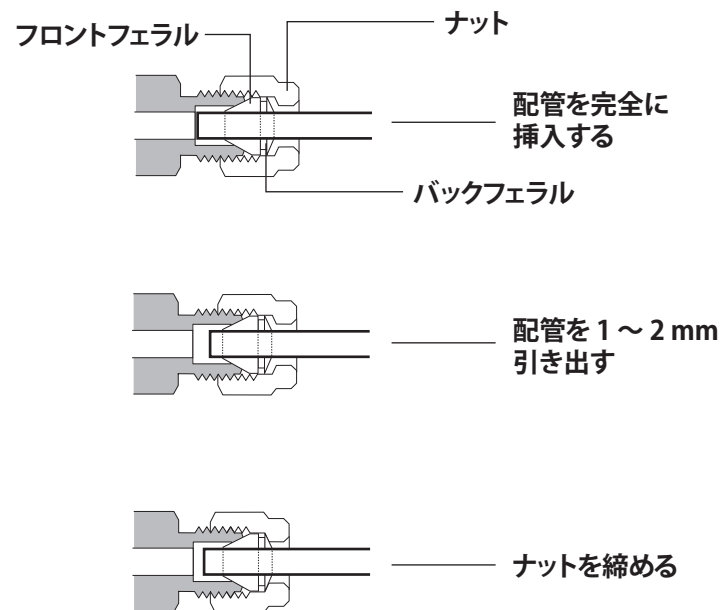

図 24 配管の挿入
- 5 配管を完全にプラグに押し込んでから、約 1～2 mm 引き出します (図 24 を参照)。